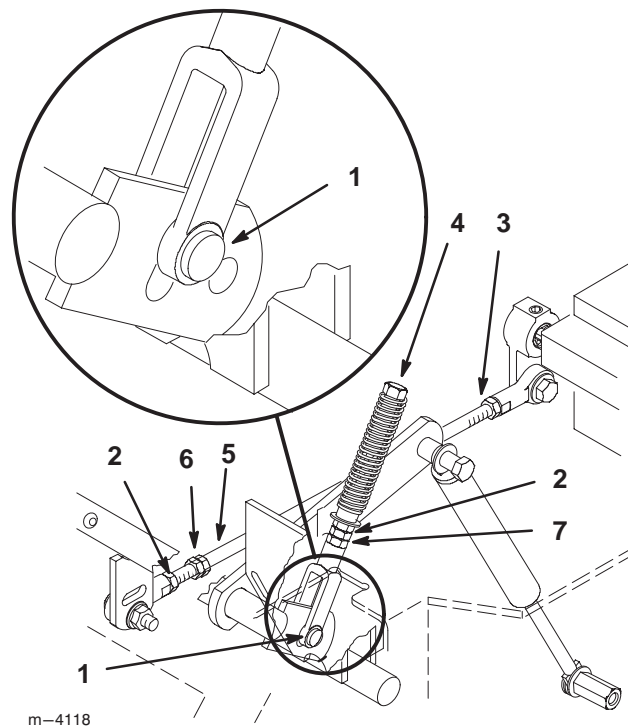

Figure 66
2. Commencez par le levier de commande gauche ou droit. Placez le levier au point mort (sans le verrouiller), puis tirez-le en arrière jusqu'à ce que l'axe de chape (situé sur le bras au-dessous de l'axe de pivot) touche l'extrémité de la fente (c.-à-d. commence juste à appuyer sur le ressort) (Fig. 66).
4. Si un réglage est nécessaire, desserrez l'écrou vissé contre la chape (Fig. 66).
5. Appliquez une légère pression à l'arrière du levier, tournez la tête du boulon de réglage dans le sens voulu pour centrer le levier à la position de verrouillage du point mort. Continuez d'appuyer sur le levier pour maintenir la goupille au bout de la fente et permettre au boulon de réglage de déplacer le levier à l'emplacement requis (Fig. 66).
4. Desserrez le contre-écrou sur la rotule de la tige de commande de la pompe (Fig. 66).
6. Réglez la longueur de la tige de pompe en tournant les doubles écrous dans le sens approprié, jusqu'à ce que la roue soit immobilisée ou tourne légèrement en marche arrière (Fig. 66).